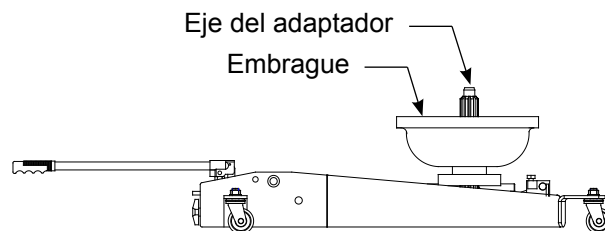

Figura 2: ilustración de la posición más baja con embrague
Asegúrese de que el eje del adaptador esté en posición vertical y que el gato esté completamente bajo antes del transporte, como se muestra en la Figura 2.
- Para cargar un embrague al gato y descargarlo, asegúrese de que el eje del adaptador esté en posición vertical, como se muestra en la Figura 2.